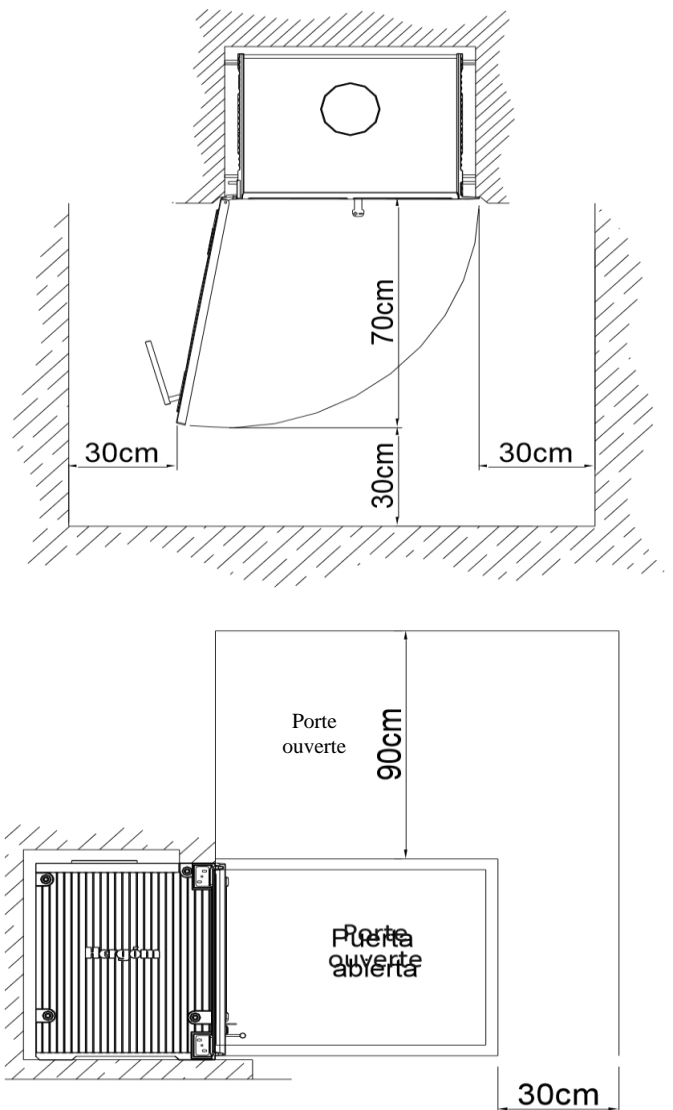

FIG. 9
- Maintenez éloignés tous les matériaux combustibles (meubles, rideaux, vêtements, etc.) à une distance minimum de sécurité de 0,90m. (Fig. 9)